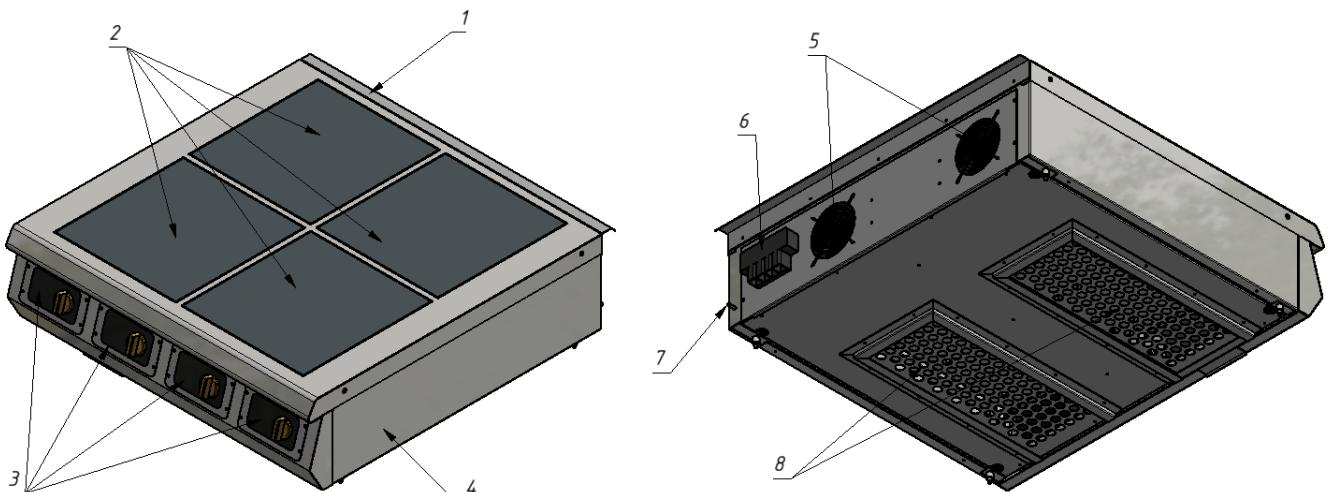

Рисунок 3 – Устройство плиты Ф4ИП/800
- 10.9. С помощью пылесоса удалите грязь из вентиляционных отверстий (рис. 3, поз. 5).
- 10.11. **ВНИМАНИЕ!** В нижней части плиты установлены съемные жироуловители системы вентиляции (рис. 3, поз. 8). **Эксплуатация плиты без данных фильтров ЗАПРЕЩЕНА!** Необходимо регулярно осуществлять чистку жироуловителей через каждые 240 часов работы плиты. Чистить фильтры необходимо в посудомоечной машине или в горячей воде с использованием моющих средств, разлагающих жиры и масла. После мойки просушите фильтры и установите на место в нижней части плиты.